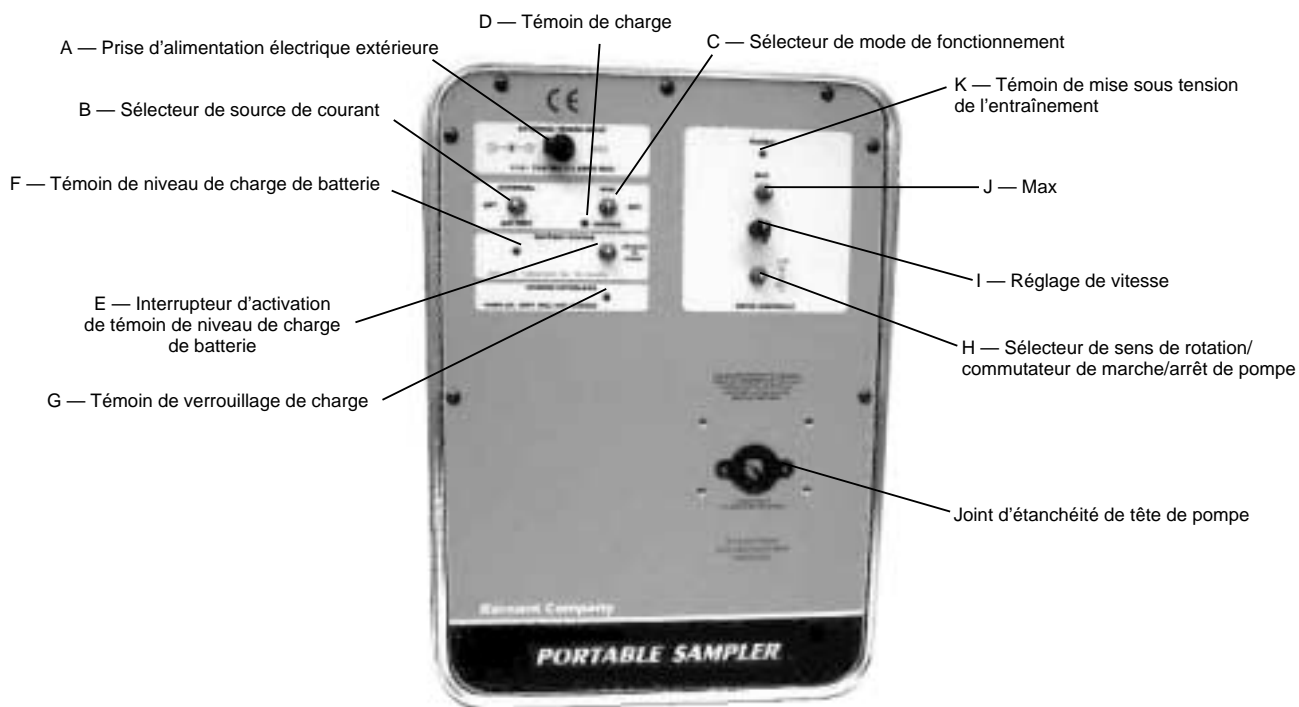

FIGURE 1 PANNEAU DE COMMANDE
- A. **Connecter le bloc d'alimentation/transformateur alternatif-continu à l'entraînement** en relevant le couvercle de la prise d'ALIMENTATION ÉLECTRIQUE EXTÉRIEURE (A) et enfoncer la fiche d'alimentation coaxiale de 2,5 mm dans la prise. (Voir Figure 1.)
- A. Placer le **sélecteur de source de courant (B) (EXTERNAL/BATTERY, alimentation extérieure/batterie)** dans la position « **BATTERY** ».
- B. Placer le **sélecteur de mode de fonctionnement (C) (RUN/CHARGE, marche/charge)** en position « **RUN** ».
- C. Tourner le **sélecteur de sens de rotation/commutateur de marche/arrêt de pompe (H)** dans le sens horaire ou antihoraire. (Voir Figure 1.) (Lors d'un changement de sens, commencer par mettre l'appareil hors tension en plaçant le sélecteur dans sa position centrale, qui est celle d'ARRÊT.)
- D. Régler le **débit de la pompe** à l'aide du potentiomètre à 1 tour de **réglage de vitesse (I)** en tournant celui-ci dans le sens horaire pour augmenter le débit ou dans le sens antihoraire pour le réduire.
- E. Pour « **amorcer le tube** », basculer l'**interrupteur « MAX » (J)** vers le haut ou vers le bas pour faire tourner la pompe à la vitesse maximum.
- A. Placer le **sélecteur de source de courant (B) (EXTERNAL/BATTERY, alimentation extérieure/batterie)** dans la position « **EXTERNAL** ».
- B. **Raccorder le bloc d'alimentation/transformateur alternatif-continu au secteur.** Placer le **sélecteur de source de courant (B) (EXTERNAL/BATTERY, alimentation extérieure/batterie)** dans la position « **EXTERNAL** ».
- C. **Placer le sélecteur de mode de fonctionnement (C) (RUN/CHARGE, marche/charge)** en position « **RUN** ».
- D. **Tourner le sélecteur de sens de rotation/commutateur de marche/arrêt de pompe (H)** dans le sens horaire ou antihoraire. (Voir Figure 1.) (Lors d'un changement de sens, commencer par mettre l'appareil hors tension en plaçant le sélecteur dans sa position centrale, qui est celle d'ARRÊT.)
- E. **Régler le débit de la pompe** à l'aide du potentiomètre à 1 tour de **réglage de vitesse (I)** en tournant celui-ci dans le sens horaire pour augmenter le débit ou dans le sens antihoraire pour le réduire.
- F. **Pour « amorcer le tube », basculer l'interrupteur « MAX » (J)** vers le haut ou vers le bas et le maintenir dans cette position pour faire tourner la pompe à la vitesse maximum.